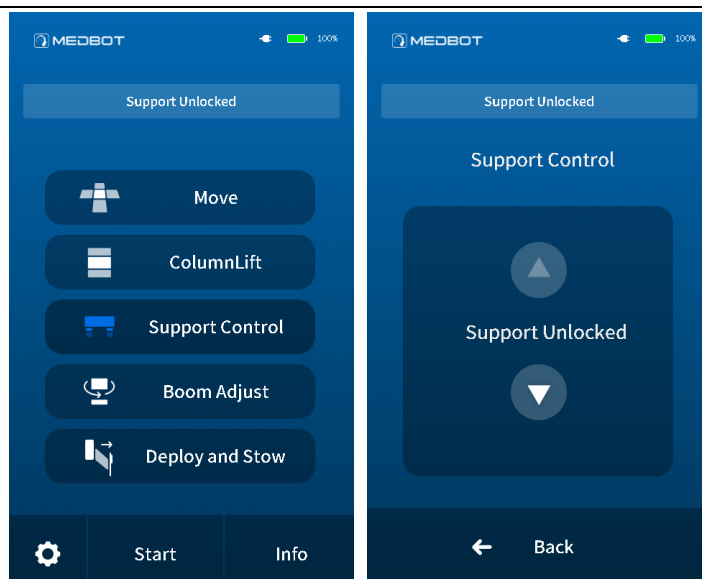

Рисунок 9.4. Главное меню сенсорного экрана для поддержки интерфейса управления
- с) Как показано на рис. 9.4, при нажатии кнопки Support Control (Управление опорами) система переходит к интерфейсу управления опорами, а при нажатии кнопки  или  опорный шарнир на хирургической тележке поднимается или опускается соответственно. Перед выполнением операции по перемещению хирургической тележки убедитесь, что опора хирургической тележки задвинута. После завершения операции нажмите кнопку Back to main menu (Вернуться в главное меню), чтобы вернуться в главное меню.